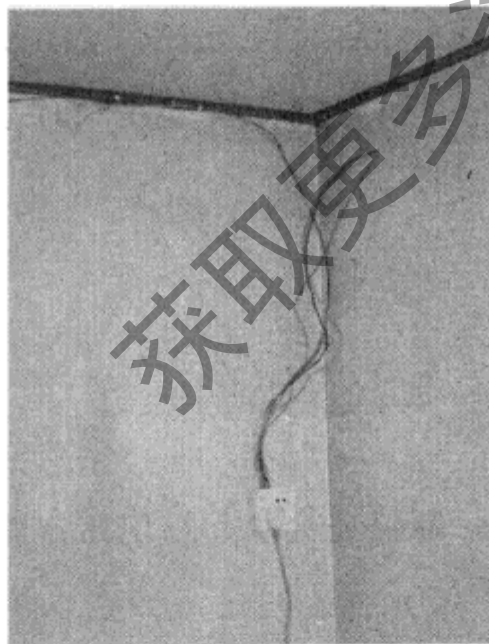

图 1-8 导线连接与敷设不规范
① 导线相互连接点。无论是采用绞接、压接、焊接还是螺栓连接，任何一种连接方式的导线连接点都是断路故障的多发点，尤其是导线连接处不规范时（见图 1-8），更容易产生故障。据统计，电接触不良造成的断路故障约占全部断路故障的 80% 以上，因而检修断路故障时首先应检查这些电接触点。